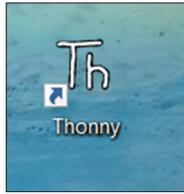

Рис.2.3: Значок Тонни на рабочем столе.
- Вы должны увидеть значок на рабочем столе (рис. 2.3) вашего ПК. Дважды щелкните, чтобы запустить Тонни.